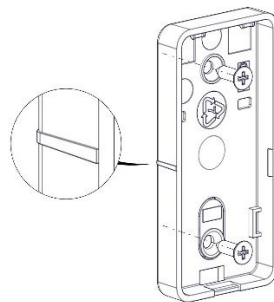

Figura 2
2. Asegure el soporte del detector con los dos tornillos suministrados (consulte la Figura 2).
2. El imán debe colocarse junto a la marca en la carcasa de plástico del detector (Figura 2).